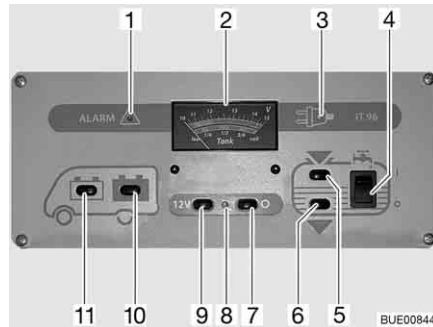

Fig. 105 Panneau de contrôle IT 96-2
L'interrupteur principal 12 V (Fig. 105,7 et 9) établit ou coupe le panneau de contrôle et l'alimentation 12 V de la cellule.
- Appuyer sur le commutateur (Fig. 105,9) "12 V" : L'alimentation 12 V de la cellule est assurée. Le voyant de contrôle (Fig. 105,8) s'allume en vert.
- Appuyer sur le commutateur (Fig. 105,7) "O" : L'alimentation 12 V de la cellule est coupée. Le voyant de contrôle (Fig. 105,8) s'éteint.
Observer sur l'indicateur de charge/de niveau de réservoir (Fig. 105,2), la graduation supérieure. L'indicateur s'éclaire automatiquement dès qu'un commutateur est actionné.
- Appuyer sur le commutateur (Fig. 105,11) "": La tension de la batterie de démarrage est affichée.
- Appuyer sur le commutateur (Fig. 105,10) "": La tension de la batterie de cellule est affichée.
Observer sur l'indicateur de charge/de niveau de réservoir (Fig. 105,2) la graduation inférieure. L'indicateur s'éclaire automatiquement dès qu'un commutateur est actionné.
■ Appuyer sur le commutateur (Fig. 105,5)  : Le niveau du réservoir d'eau est affiché.
■ Appuyer sur le commutateur (Fig. 105,6)  : Le niveau du réservoir d'eaux usées est affiché.
■ Commutateur à bascule (Fig. 105,4) vers le haut "I" : L'alimentation en eau est activée.
■ Commutateur à bascule (Fig. 105,4) vers le bas "O" : L'alimentation en eau est désactivée.
Le voyant d'alerte rouge "ALARM" (alarme) (Fig. 105,1) clignote dès que la charge de la batterie de cellule descend en dessous de 11 V (mesurée en marche) et qu'il y a risque de décharge profonde des batteries.
Le voyant de contrôle 12 V (Fig. 105,8) s'allume dès que l'interrupteur principal 12 V (Fig. 105,9) est enclenché.
Le voyant de contrôle jaune 230 V (Fig. 105,3) s'allume si l'arrivée du bloc électrique est sous tension de réseau.